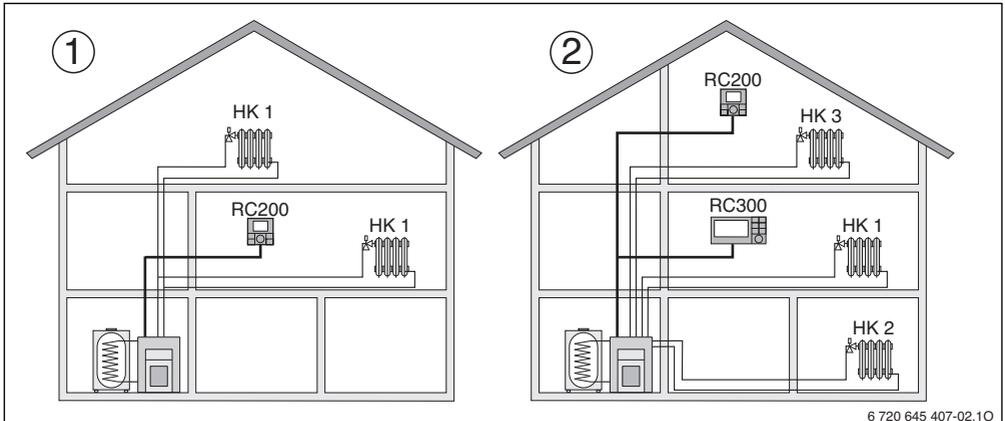

Рис. 1 Пример отопительной системы с одним или двумя отопительными контурами
- Как регулятор отопительной системы с одним отопительным контуром со смесителем или без него и приготовлением горячей воды (→ рис. 1, [1]). Приготовление горячей воды может также поддерживаться солнечным коллектором. Пульт управления устанавливается в соответствующем жилом помещении. Регулирование комнатной температуры можно оптимизировать в зависимости от нагрева помещения солнечным излучением (только при регулировании по наружной температуре).
(например, главной квартиры и нижнего этажа). RC200 измеряет температуру в жилом помещении (например, в мансарде) и в соответствии с ней регулирует этот отопительный контур (→ рис. 1, [2]).